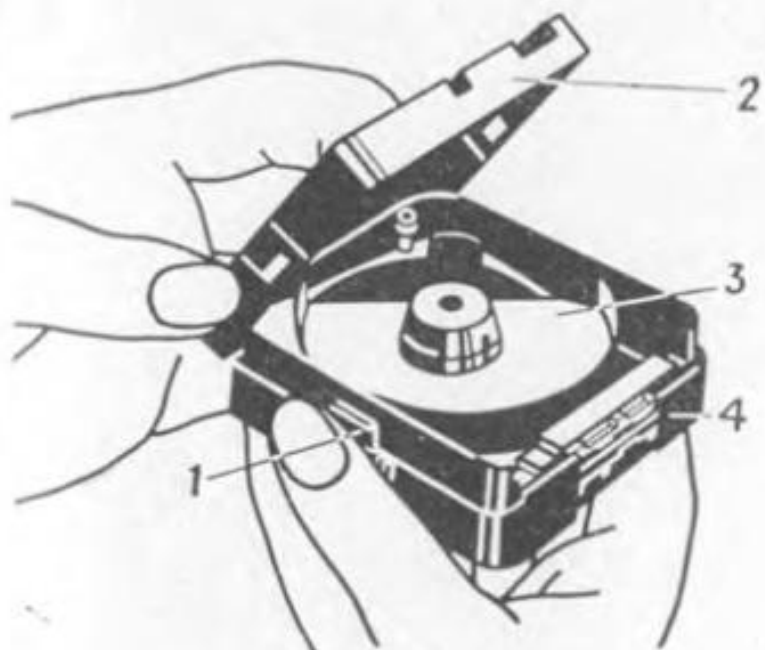

Рис. 1
1. Нажмите на рифленые участки 1 (рис. 1) нижней крышки 4 и, сняв крышку 2 с этикеткой, откройте подающий отсек 3 кассеты.
● темноте снять крышку 4 (см. рис. 1) с приемного отсека кассеты;